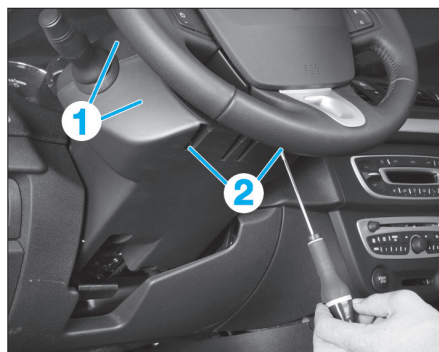

FIG. 2
- Déposer les vis (1) sous la coquille inférieure (2) (Fig.2).